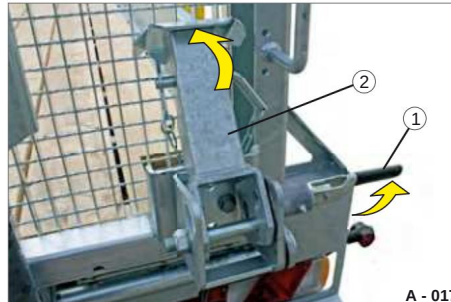

Fig. 7 Piegatura del supporto pieghevole
• Tirare il fermo a molla (Fig. 7/1) in posizione orizzontale.
• Ripiegare il supporto pieghevole (Fig. 7/2) (in posizione orizzontale) e bloccarlo con il fermo a molla (Fig. 7/1).